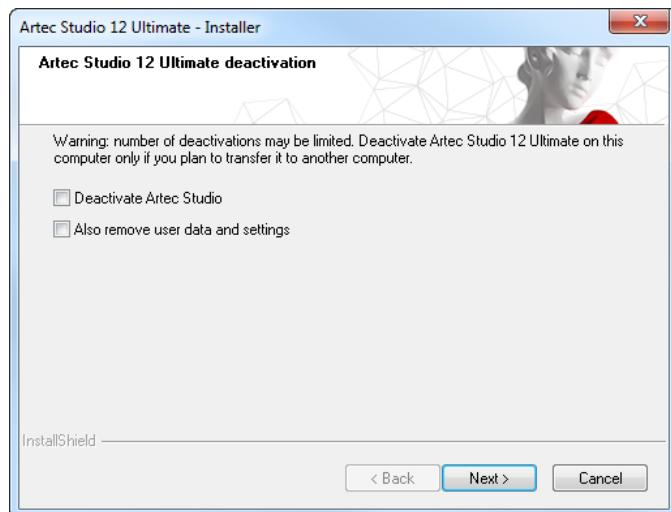

Рис. 4.17: Деактивация Artec Studio
3. Откроется диалог, как на Рис. 4.17. Установите флажок *I understand. Deactivate Artec Studio on this computer.*